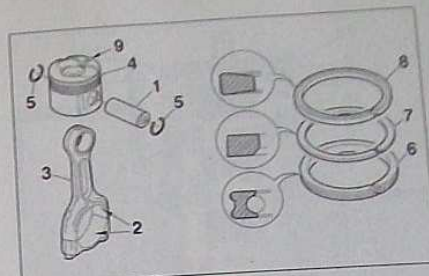

FIG.49
- Effectuer l'assemblage de chaque ensemble bielle-piston, en huilant les axes (1) et le demi-coussinet (2) dans la tête de bielle (3). Utiliser des jons d'arrêt neufs (5) (Fig.49).
- Monter les segments huilés sur les pistons en commençant par le segment racleur (6) puis celui d'étanchéité (7) et enfin le segment coup de feu (8) en plaçant les marquages "Top" vers la tête du piston. Tiercer les segments à 120°, en les décalant par rapport à l'axe de piston et à la coupe du segment racleur (Fig.49).